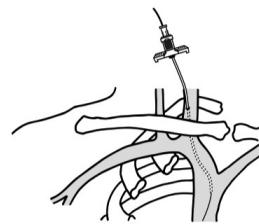

図 1
6) シースイントロデューサのダイレータとシースを一体にして、回転させながら体外のガイドワイヤにかぶせていく、静脈内に進める。最終的にはシースは2cm以上、体外に残す（図1）。